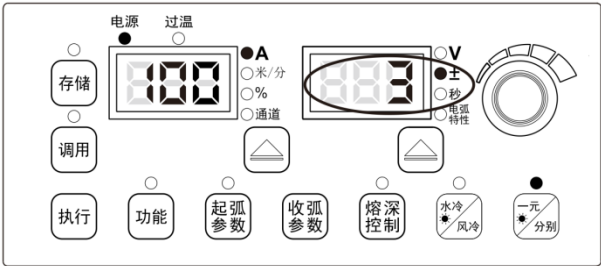

图 3-6 一元化匹配电压修正值界面
2. 将**右循环切换键**切换至一元化电压修正值“±”，指示灯亮或闪烁时，通过调节送丝机上的电压旋钮或焊接电源上的面板旋钮，可对一元化模式下自动匹配的电压进行微调，如图 3-6 所示。